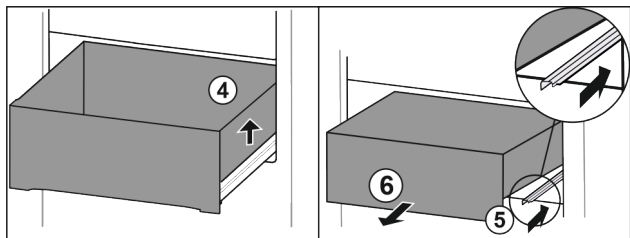

Fig. 91
- ▶ Ridicați sertarul din dreapta. Fig. 91 (4)
- ▶ Inserați șina din dreapta. Fig. 91 (5)
- ▶ Extrageți sertarul spre înainte. Fig. 91 (6)